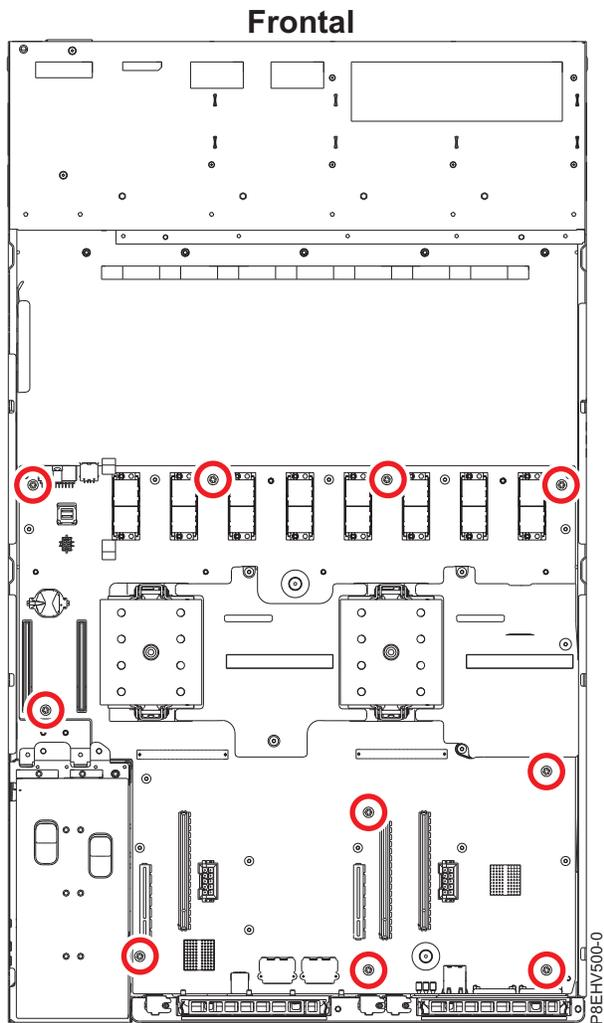

Figura 67. Localizações dos parafusos do painel traseiro do sistema
4. Alinhe e parafuse os 10 parafusos sextavados pretos **(B)** no painel traseiro do sistema. As localizações dos parafusos são mostradas em Figura 67 na página 69.